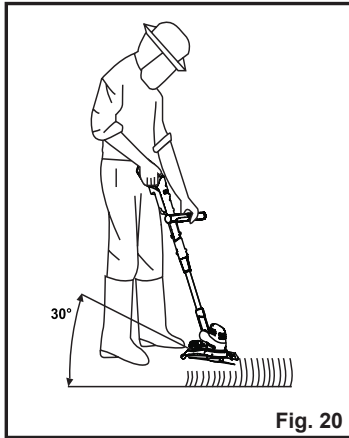

Fig. 20
9. Mantenga el cabezal del cortabordes en un ángulo de unos 30° con respecto al suelo al recortar. Evite presionarlo contra el suelo, ya que podría estropear el césped y dañar el producto (Fig. 20).